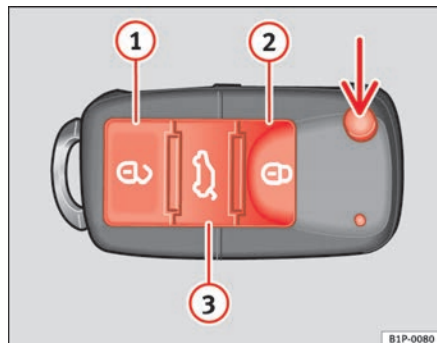

Fig. 63 Teclas de la llave con mando a distancia
Con la tecla $\Rightarrow$ fig. 63 (flecha) del mando, se desbloquea el paletón de la llave.
Desbloqueo del vehículo $\Rightarrow$ fig. 63 ①. Las puertas y el portón trasero se desbloquean.
Bloqueo del vehículo $\Rightarrow$ fig. 63 ②.
Desbloqueo del portón trasero. Pulse la tecla $\Rightarrow$ fig. 63 ③ hasta que todos los intermitentes del vehículo parpadeen brevemente. Al pulsar la tecla de desbloqueo $\Rightarrow$ fig. 63 ③, dispone de 2 minutos para abrir el portón. Una vez transcurrido este tiempo se bloqueará de nuevo.
Además, el testigo de la pila de la llave $\Rightarrow$ fig. 63, parpadea.
Pulsando una vez la tecla $\Rightarrow$ fig. 63 ①, se abrirá sólo la puerta de conductor, permaneciendo el resto cerradas.
⇒ **página 106, fig. 63** desde la cerradura de la puerta del conductor.